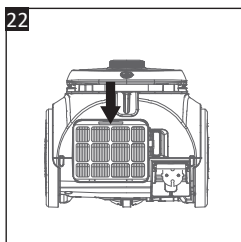

Рис. 22
3. Натисніть на язичок у верхній частині вихідного повітряного фільтра (23), щоб зняти його з пилососа (рис. 22).